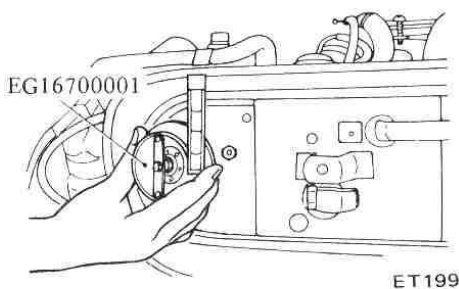

Fig. ET-20 Setting Flow Meter
- 4) En utilisant un débitmètre mécanique (voir fig ET 20) « cet appareil est vendu chez Z therapy mais aussi chez blackdragon et MSA »